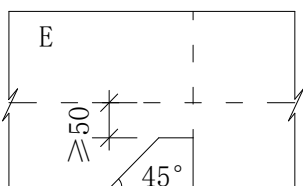

图 7 立面防水阴角处理
(9) 立面卷材 E 在“竖向阴角+2 水平阴角”部位应采用规定的标准搭接法进行裁剪搭接。预留宽度应不小于 50mm，折角按 45° 裁剪，折角应焊接密实无孔洞（图 7）；